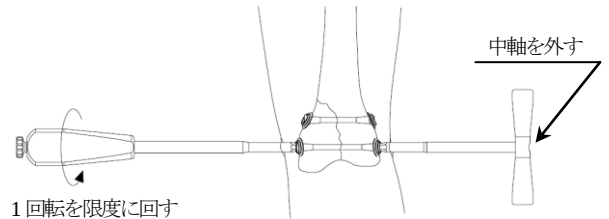

図 6
- 6) 圧迫固定において、顆部用ロックナット抜去レンチが押し出されて外れた以降も更に増し締めを行う場合は、一旦抜去レンチの中軸を外し、1 回転を限度に慎重に増し締めを行って下さい。（図 6）